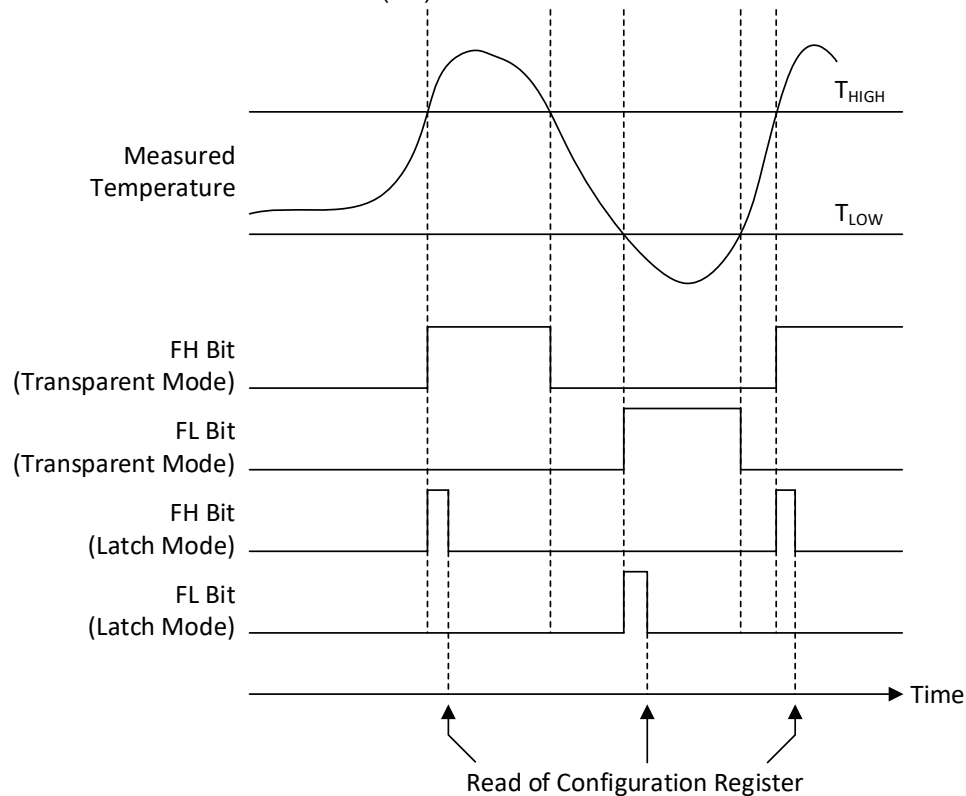

図 7-2. 温度フラグの機能図
TMP144 には温度アラート機能が備わっており、デバイス温度を監視し、その結果を温度制限レジスタに保存されている値と比較して、デバイス温度が設定されたこれらの制限値の範囲内であるかどうかを判定します。図 7-2 に示すように、温度変換の結果が温度上限レジスタの値より大きい場合、構成レジスタの上限フラグ・ビット (FH) が 1 に設定されます。温